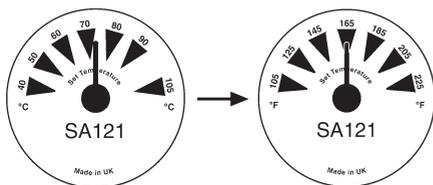

Fig. 3
1. Smontare il tappo antimanomissione (6) e, con un cacciavite adatto, posizionare l'indicatore (3) sulla graduazione intermedia (1);
2. Smontare il coperchio trasparente (2);
3. Smontare l'indicatore di temperatura (3);
4. Smontare la scala dell'indicatore di temperatura (4) e rimontarla dal lato con le indicazioni in °C o °F (fig. 3) secondo la necessità;
5. Rimontare l'indicatore posizionandolo nella posizione intermedia (1);
6. Rimontare il coperchio trasparente (2).